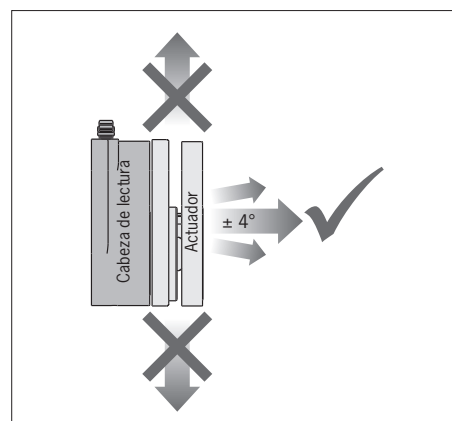

Figura 1: Dirección de ataque
- ▶ Al abrirse la puerta de protección, el actuador debe desplazarse frontalmente desde la cabeza de lectura (véase la Figura 1).